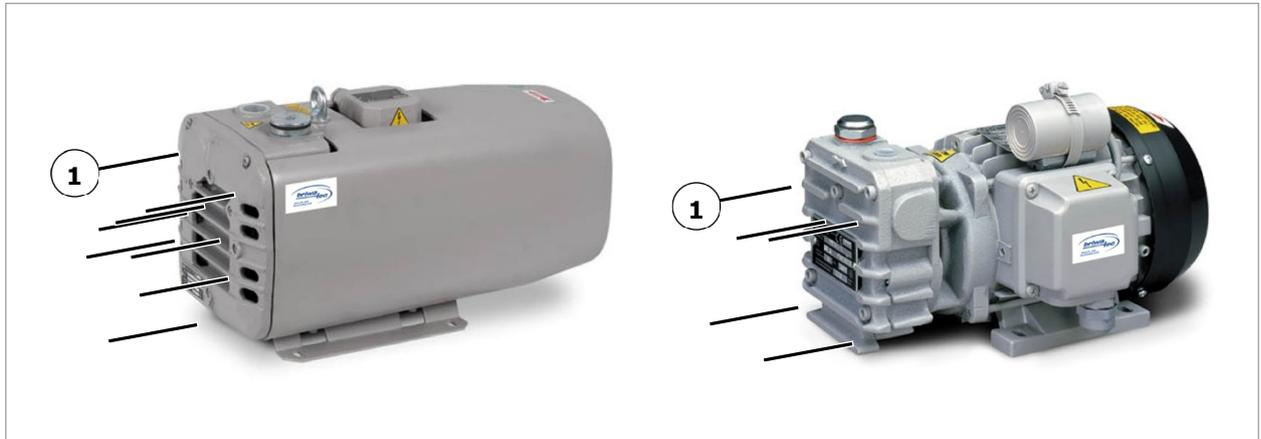

Abb. 7 Demontage Ausblasgitter/Gehäusedeckel
- Ausblasgitter/Gehäusedeckel abschrauben, Abb. 7 Pos. 1,
Die Filterpatrone kann unterschiedliche Dichtungen haben. Den Gehäusedeckel (Abb. 7, Pos. 1) gleichmäßig wieder aufschrauben bis er richtig anliegt.